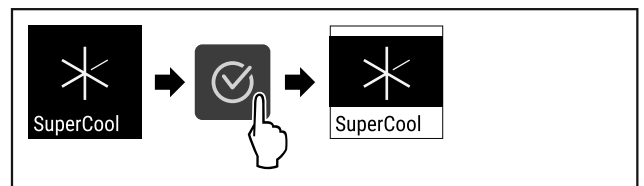

Fig. 72
- ▶ Εκτελέστε τα βήματα ενεργειών (βλέπε Fig. 72) .